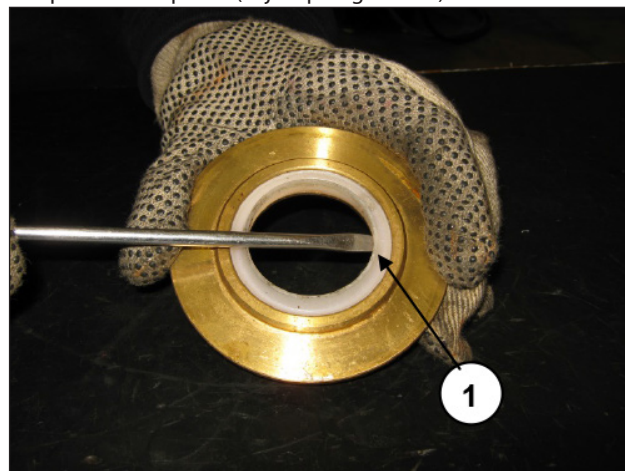

Fig. 112
Agora é possível remover o raspador usando ferramentas simples, conforme indicado na pos. ①, Fig. 112, prestando atenção para não danificar o local.